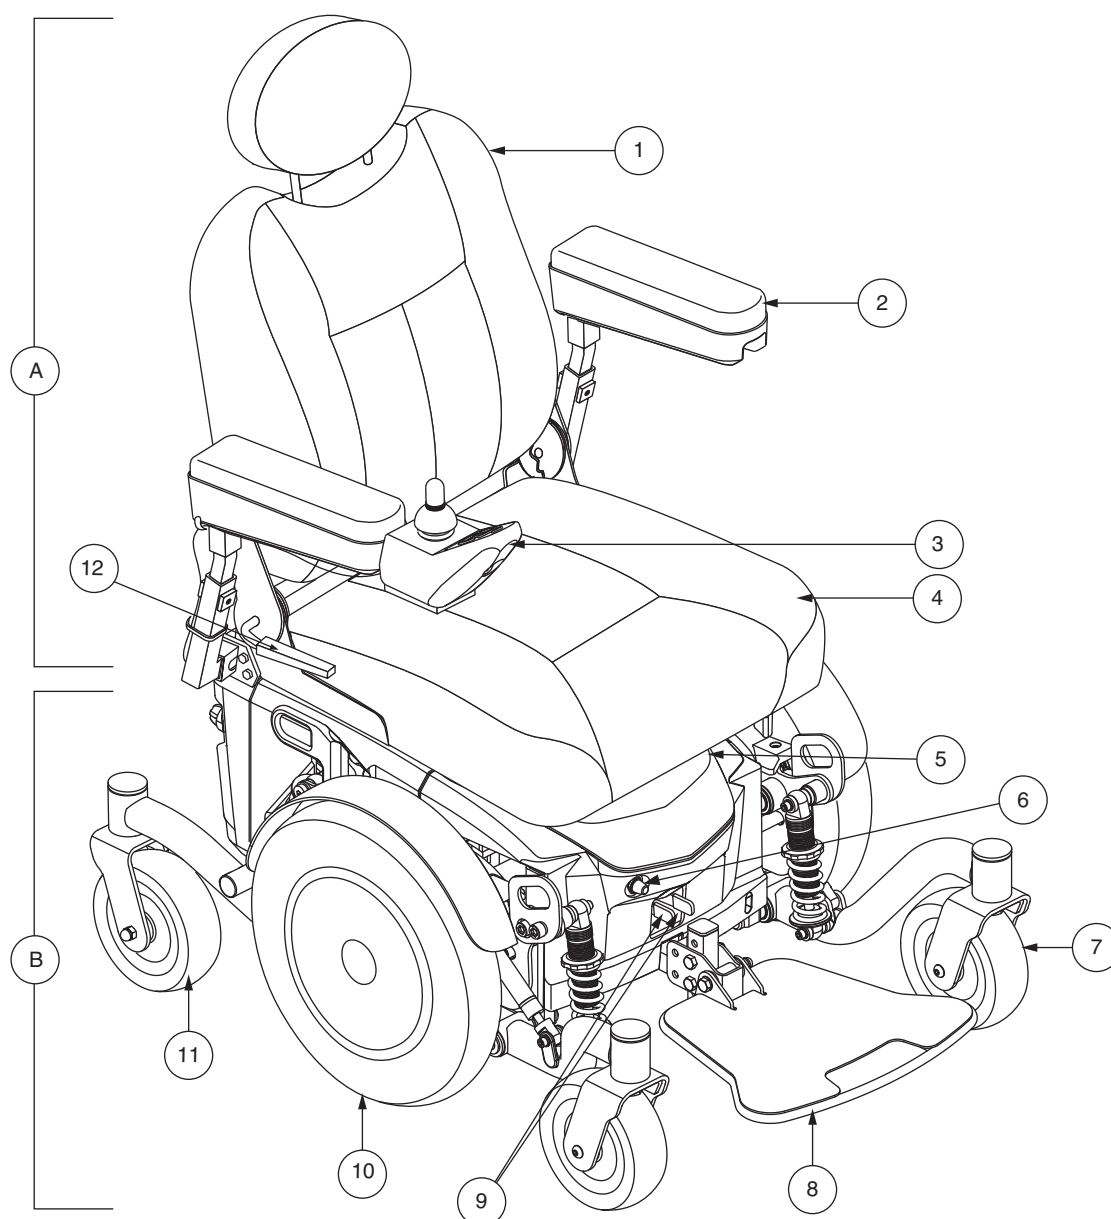

Figure 1. Le fauteuil électrique de la série Jazzy EVO 614
Le La série Jazzy EVO 614 possède deux composantes principales: le module de assise (A) et la base motorisée (B). Voir la figure 1. Typiquement, le module de assise est composé des accoudoirs, du dossier et de la base du siège. La base motorisée est composée de deux modules moteur/frein, deux roues motrice, deux batteries et une couette de câblage. Voir les figures 1, 2 et 3.